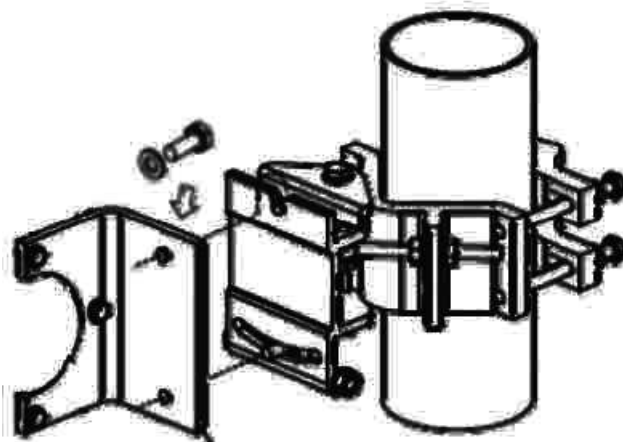

Рис. 5.4
- Повесьте корпус приемопередатчика в сборе с антенной на приемную пластину наводящего механизма за верхний болт крепления (рис. 5.4), заверните верхний и нижний болты крепления приемной пластины к установочной скобе приемопередатчика с небольшим усилием порядка 2 нм (т.е. так, чтобы приемопередатчик можно было потом вращать по углу места при точной настройке).